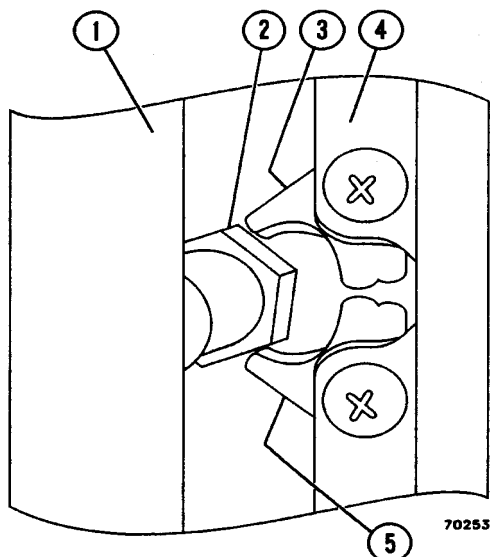

FIGURA 2-4. CONJUNTO DEL SEGURO
Paso B. Si la puerta pone resistencia al tratar de cerrarla, el perno del seguro (2, Figura 2-4) probablemente se ha soltado y se ha salido del punto donde el seguro engancha con el perno:
1. Abra la puerta y cierre ambos enganches (3 y 5, Figura 2-4) en el seguro hasta que se cierren completamente.